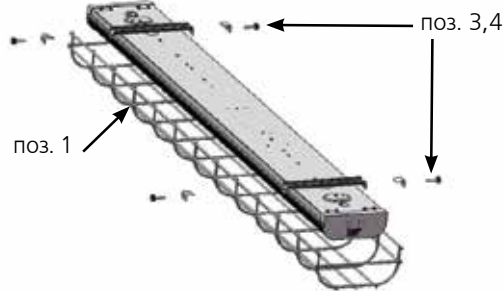
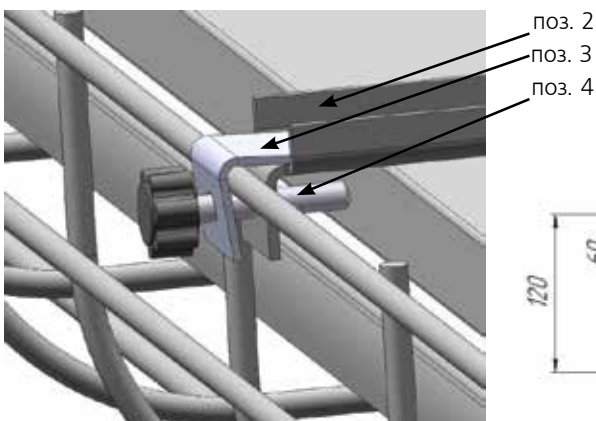
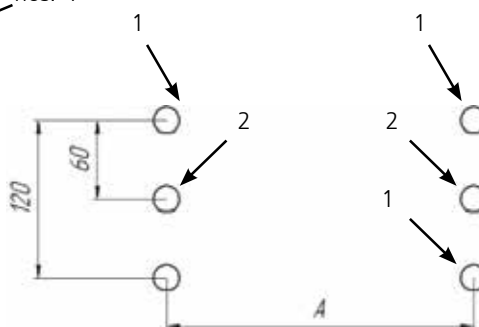

Рис. 2
Рис. 3
Рис. 4
2. На поверхности выполнить отверстия под винты М4 согласно размерам схемы (см. Рис. 4, размер А зависит от типа светильника).
3. Закрепить на поверхности кронштейны поз. 2 (2 штуки) с помощью винтов (в комплект не входят) (см. рис. 4 отверстия 1).
4. Закрепить светильник на поверхности, с помощью винтов (в комплект не входят) (см. рис. 4 отверстия 2).
6. Установить на кронштейны сетку поз. 1 и закрепить её с помощью угольников поз. 3 и специальных винтов поз. 2 (см. рис. 2 и рис. 3).
2. Закрепить на основании светильника скобы поз. 1 (2 штуки) с помощью винтов, гаек и шайб поз. 2, 4, 5 (см. рис. 2).
3. Закрепить светильник на потолке типа Армстронг (см. рис. 3) или потолке типа Грильято (см. рис. 4) с помощью винтов, гаек и шайб поз. 3, 4, 5.